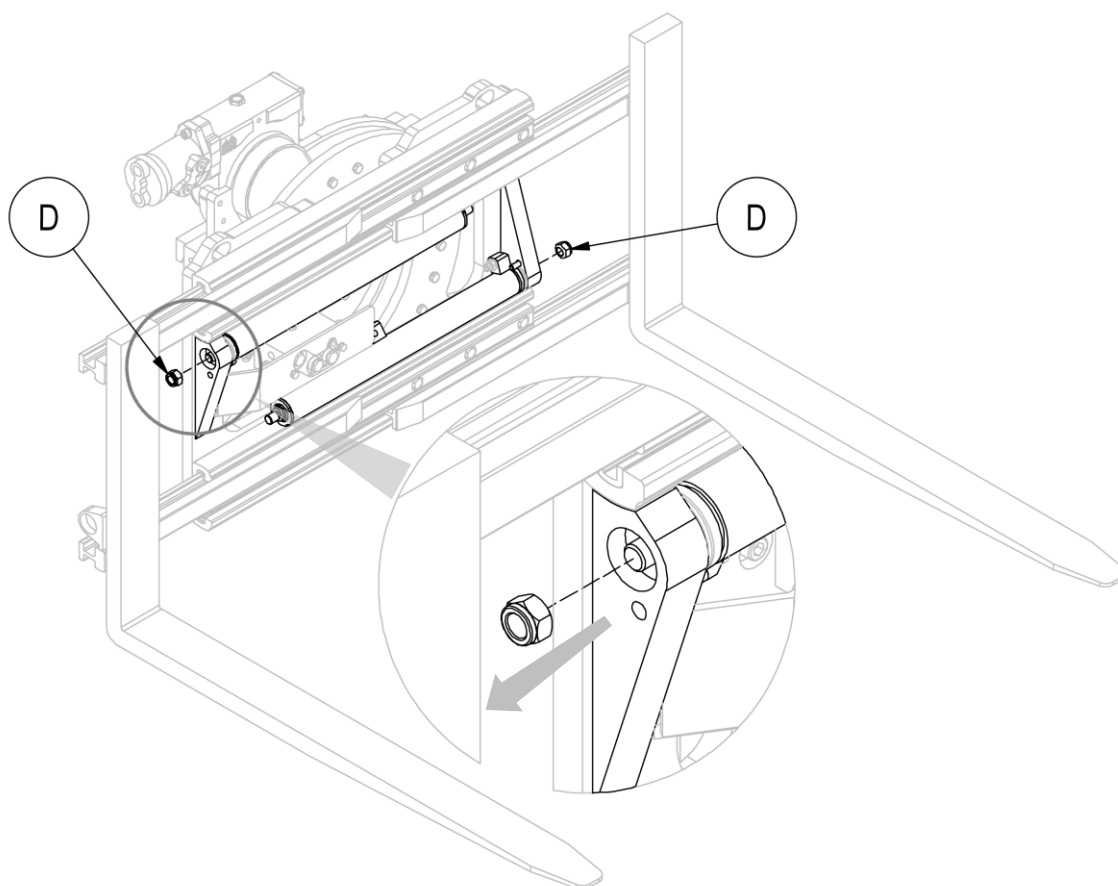

Figura 31
7. Rimuovere, uno per volta, i dadi **D** che vincolano i cilindri alla struttura dell'attrezzatura e rimuovere i cilindri stessi, prestando attenzione a non danneggiarli (vedi *Figura 31*).